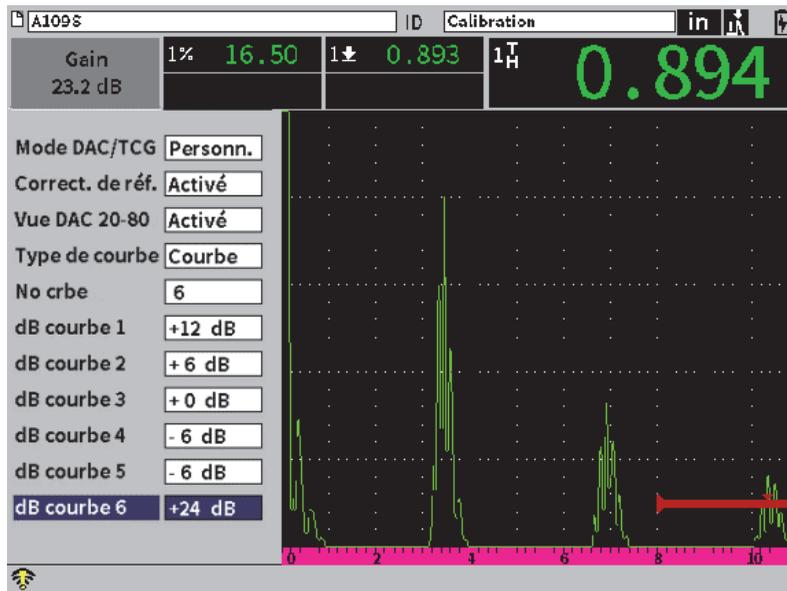

Figure 11-17 Configuration d'une courbe DAC personnalisée
4. Sélectionnez **No courbe** et définissez le nombre de courbes en plus de la courbe principale (voir Figure 11-17 à la page 196).